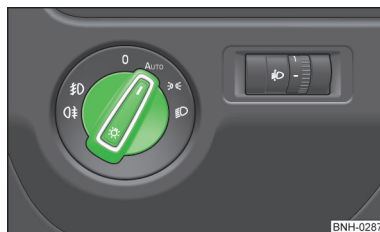

Fig. 38
Si el conmutador de luces está en la posición **AUTO** » fig. 38, se conectan o desconectan automáticamente la luz de posición y de cruce, así como la luz de la matrícula.
- ✓ El conmutador de luces se encuentra en la posición **AUTO** » fig. 38.
- ✓ El conmutador de luces se encuentra en la posición **AUTO** » fig. 38 de la página 58.